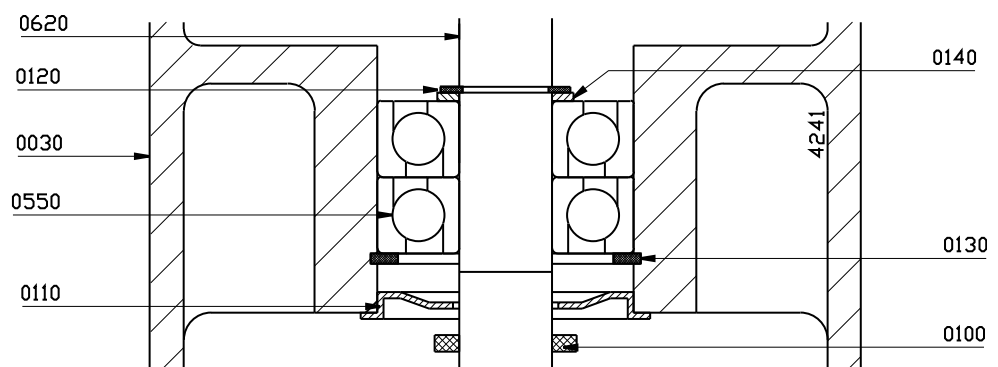

Abbildung 5: Montage Lagerung MCV(S) 10.
**!** Achten Sie auf die richtige Position der Lager: der Innenring des Kugellagers muß mit dem kleineren Durchmesser nach unten montiert werden, siehe **Abbildung 5**.